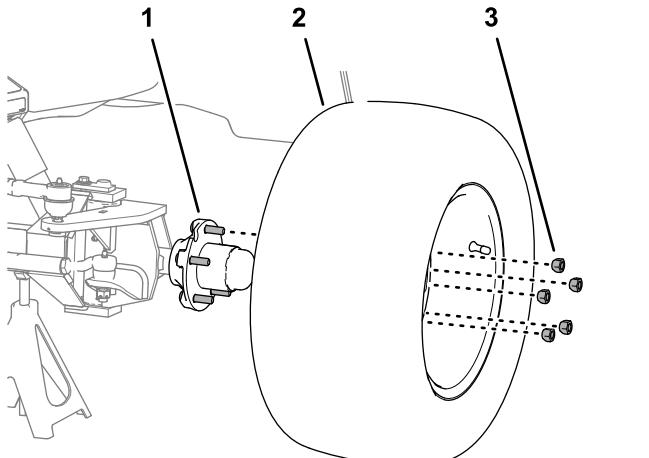

Figura 4
2. Retire as cinco porcas das rodas que prendem o pneu e a roda esquerdo ao cubo da roda, e retire a roda da máquina (Figura 4).